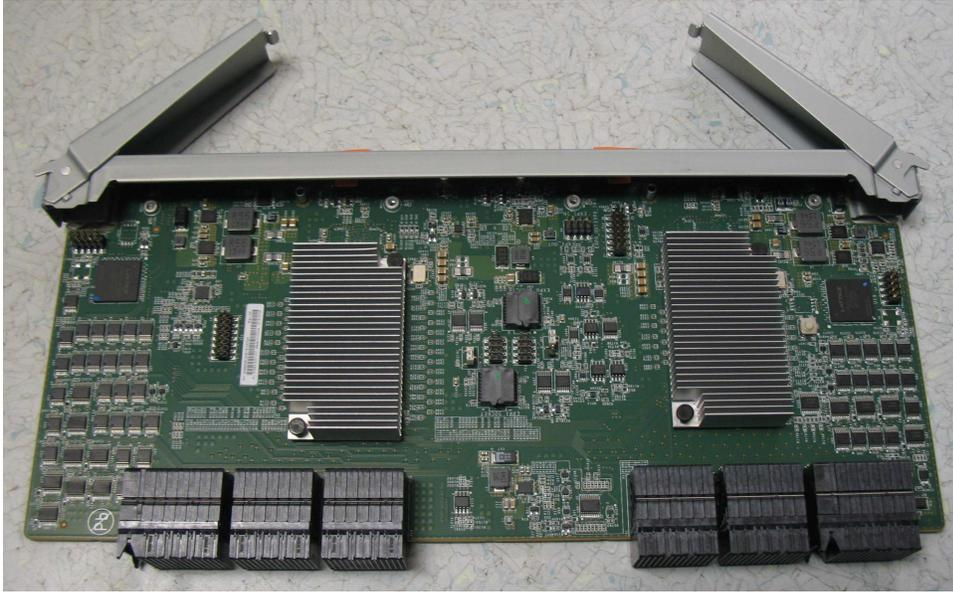

図 68. エンクロージャーから取り外された 2 次拡張機構モジュール
5. 245 ページの図 68 に示すように、2 次拡張機構モジュールを安全な場所に置きます。